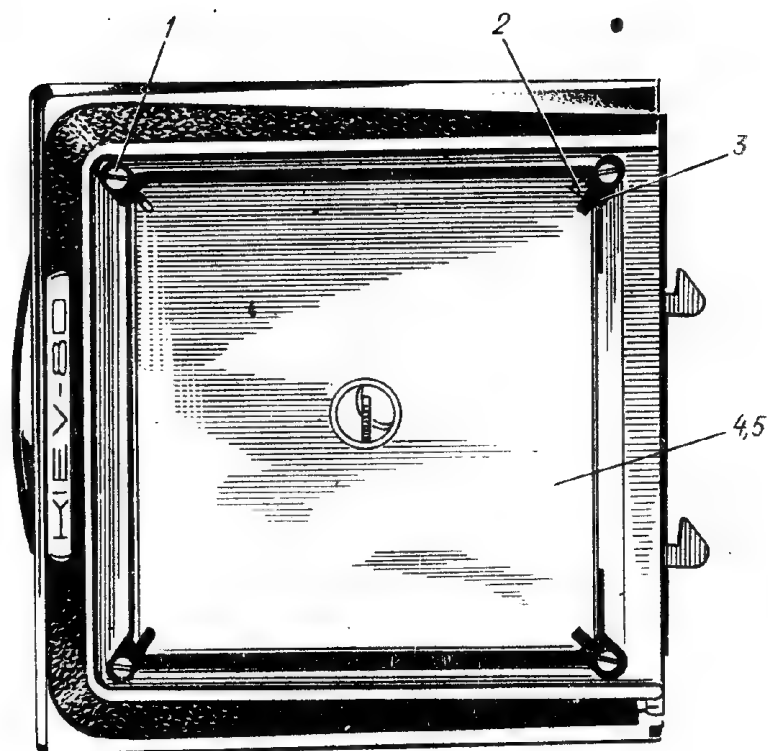

Рис. 3. Оптический визир:
6.11.2. Почистить посадочные места в рамке под оптические детали (см.рис. 3). Почистить конденсорную пластину 5 петролейным эфиром и установить ее в рамку согласно меткам, сделанным при разборке. Установить четыре юстировочные прокладки 2 на свои места по меткам, сделанным при разборке. Почистить матовое стекло и установить его на свое место. Установить четыре держателя на свои места и закрепить их четырьмя винтами 1. Матовое стекло должно быть прочно закреплено держателями.
Открыть полностью диафрагму объектива, установить по шкале дистанций объектива « ∞ », на выдержке «В» произвести спуск одной шторки. Совместить перекрестие матового стекла приспособления с изображением перекрестия сетки коллиматора. Изображение сетки коллиматора на матовом стекле должно быть резким. Спустить вторую шторку и открыть визирное устройство. Изображение сетки коллиматора должно находиться в центре поля зрения и быть резким на микрорастре матового стекла (допустимое несовпадение с плоскостью микрораstra $\pm 0,02$ мм). Отклонение измерять по шкале коллиматора. Регулировку производить прокладками 2 (рис. 3). Открывание диафрагмы в объективе регулировать винтом 2 и шайбой 3 (рис. 44).